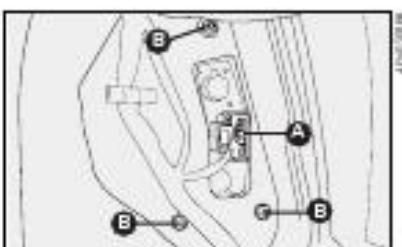

fig. 41
2) retirar o conector **A**-fig. 41;
3) retirar os parafusos **B**-fig. 41 que fixam a lanterna;